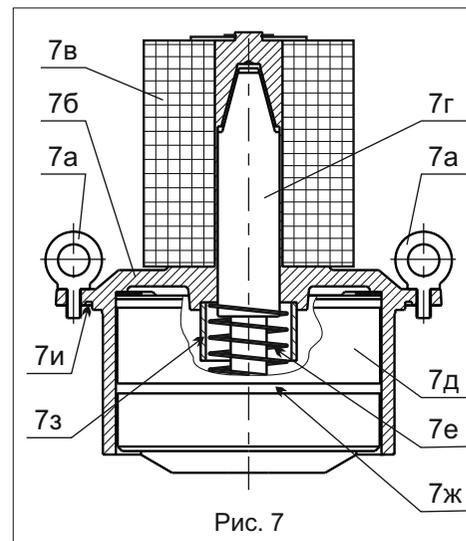

Рис. 7
г) установите электромагнитную катушку 7в на крышку согласно рис. 7, подайте на нее напряжение от отдельного источника питания, нажав предварительно на кнопку ручного взвода, и убедитесь, что якорь с поршень притянут вверх - см. рис. 7;
4.5.6 При необходимости демонтаж верхней части клапана производится в следующей последовательности (рис. 7):